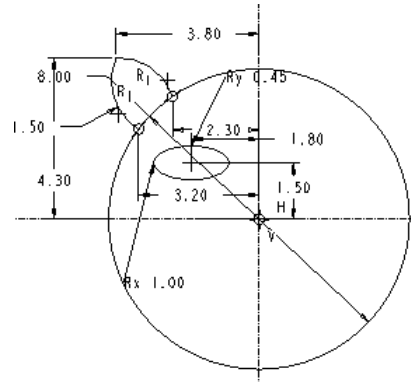

图 3-86 绘制椭圆
(8) 单击工具栏中的“椭圆”按钮，绘制如图 3-86 所示的椭圆，双击椭圆的定位尺寸和形状尺寸并按图中所示的尺寸进行修改。